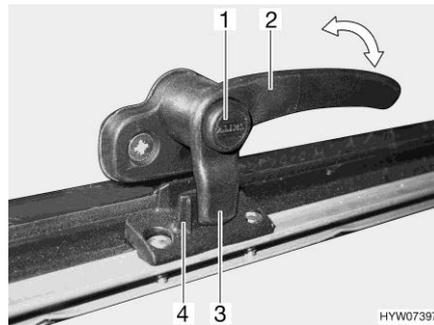
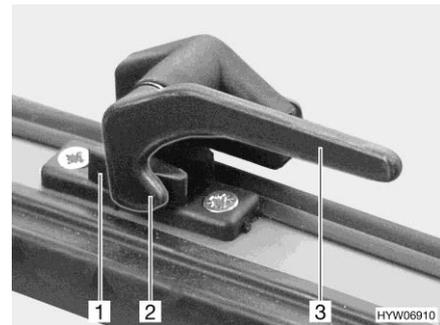

Fig. 94 Palanca de bloqueo con botón de seguridad en la posición "cerrada"
Fig. 95 Palanca de bloqueo en la posición "cerrada"
- Si existe, pulsar el botón de seguridad (Fig. 94,1) y mantenerlo pulsado.
- Girar la palanca de bloqueo (Fig. 94,2 ó Fig. 95,3) un cuarto de vuelta hacia la mitad de la ventana.
- Girar la palanca de bloqueo (Fig. 94,2 ó Fig. 95,3) un cuarto de vuelta hacia el marco de la ventana.
El saliente de bloqueo (Fig. 94,3 ó Fig. 95,2) de la palanca de bloqueo se encuentra en la cara interior del bloqueo de la ventana (Fig. 94,4 ó Fig. 95,1).
- En la posición "cerrada fijamente" (Fig. 94 y Fig. 95)